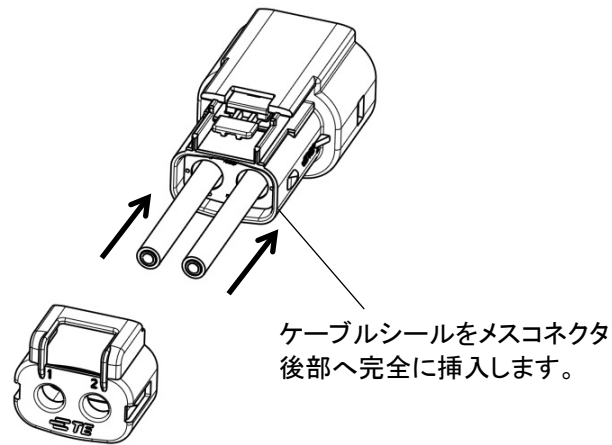

Fig.20
- 5.12. Fig.20 に示されるようにケーブルシールをメスコネクタのアウトハウジングの後部内へ止まるまで完全に挿入します。